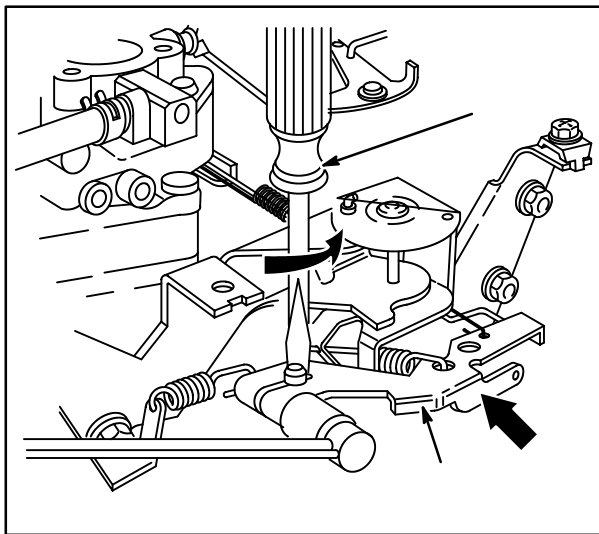

Fig. 30
1. Afrouxe a porca da alavanca do regulador. Empurre a alavanca do regulador (1) até o acelerador ficar totalmente aberto, Fig. 30.